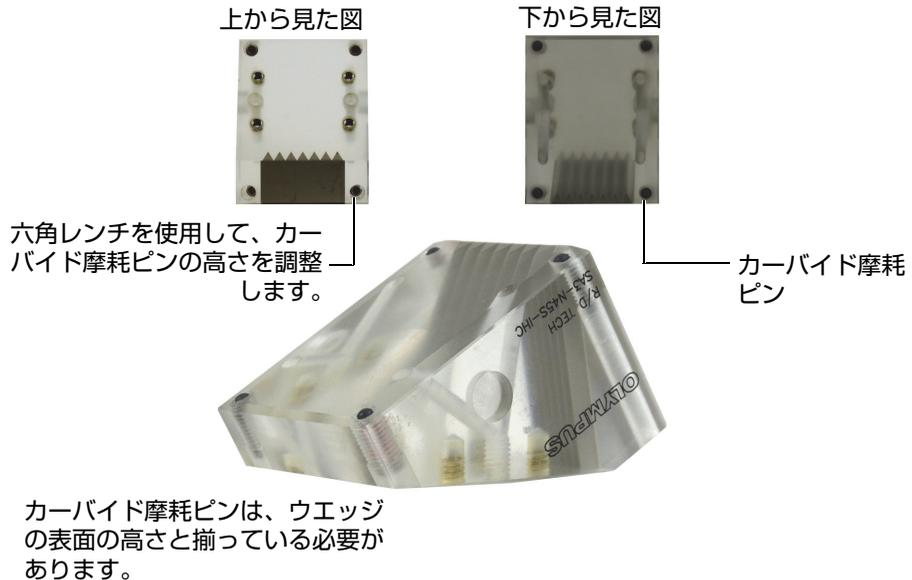

図 2-30 ウエッジのカーバイド摩耗ピンの調整
ウエッジは、検査対象表面を介して超音波を十分に伝播させるために探触子またはフェーズドアレイプローブを保持し、カプラントの流れを正しく誘導するように設計されています。ウエッジの摩耗を制限するために、ウエッジの接触面の各隅にカーバイド摩耗ピンを挿入できます（57 ページの図 2-30）。
- ◆ 六角レンチを使用して、取り付けられた各ウエッジ上のカーバイド摩耗ピンの高さを調整します。各ピンの上部が、ウエッジの表面の高さと揃っていることを確認します（57 ページの図 2-30）。
すべてのカーバイド摩耗ピンがウエッジ表面の高さと揃っていないとなりません (57 ページの図 2-30)。